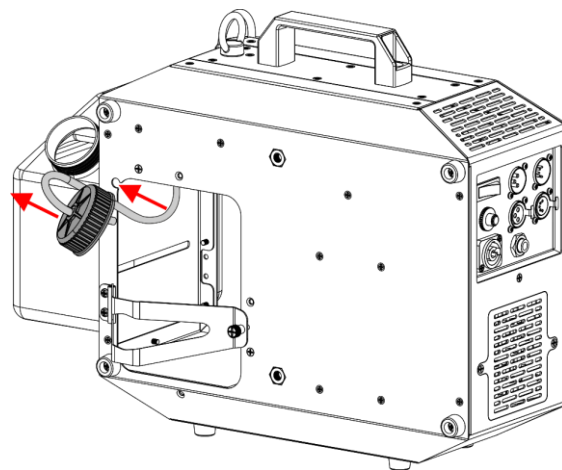

Fig. 17
- 12) Far scorrere il tubo di gomma e il coperchio sul retro del dispositivo, come mostrato nella Fig. 17.